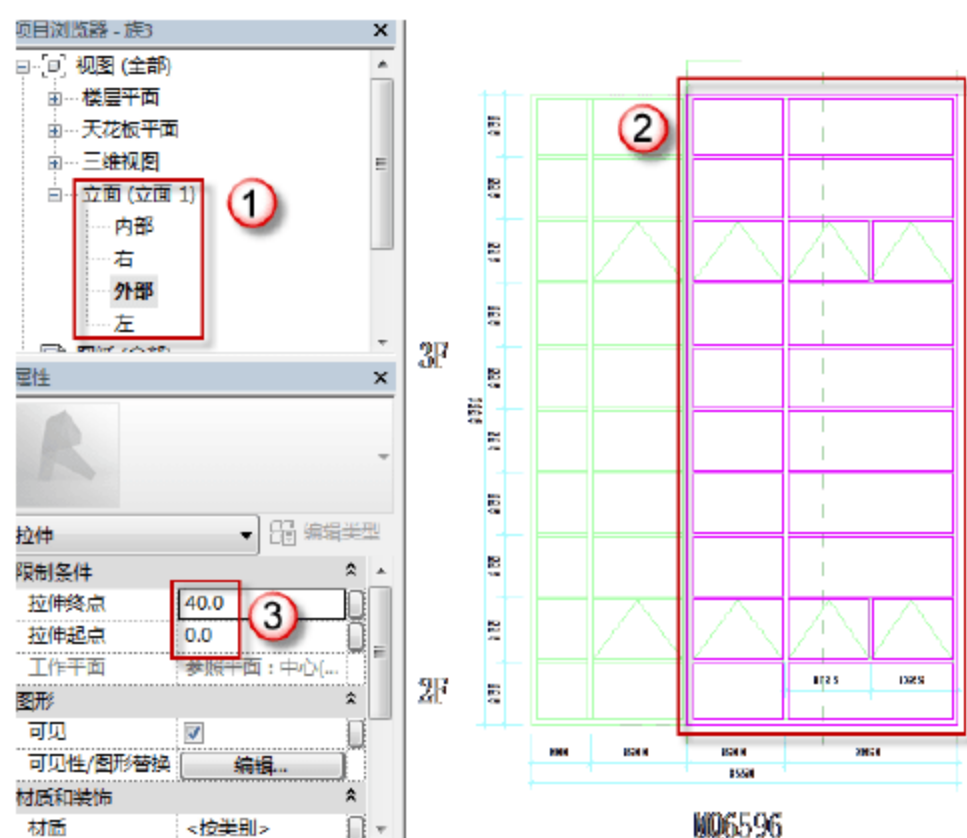

图 7.2.6 绘制窗框拉伸
(5) 绘制 MQ6596 窗框。选择“创建”→“拉伸”命令，进入“修改 | 编辑拉伸”界面，用菜单中的绘制工具绘制窗框，如图 7.2.6 所示。修改 MQ6596 窗框的位置及厚度，在“属性”面板中，在“拉伸终点”中输入“40”字样，在“拉伸起点”中输入“0”字样。完成后，单击√按钮完成绘制。